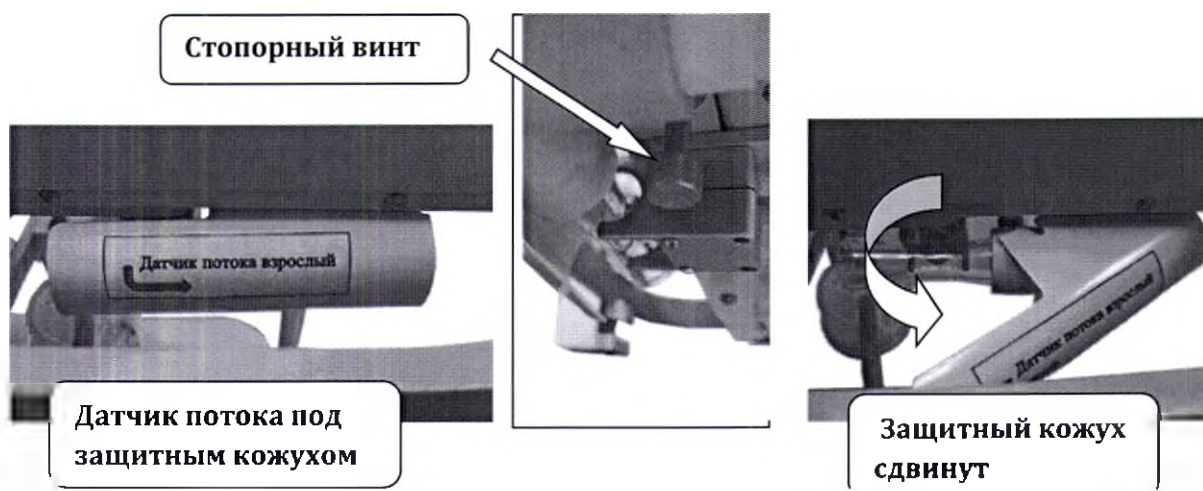
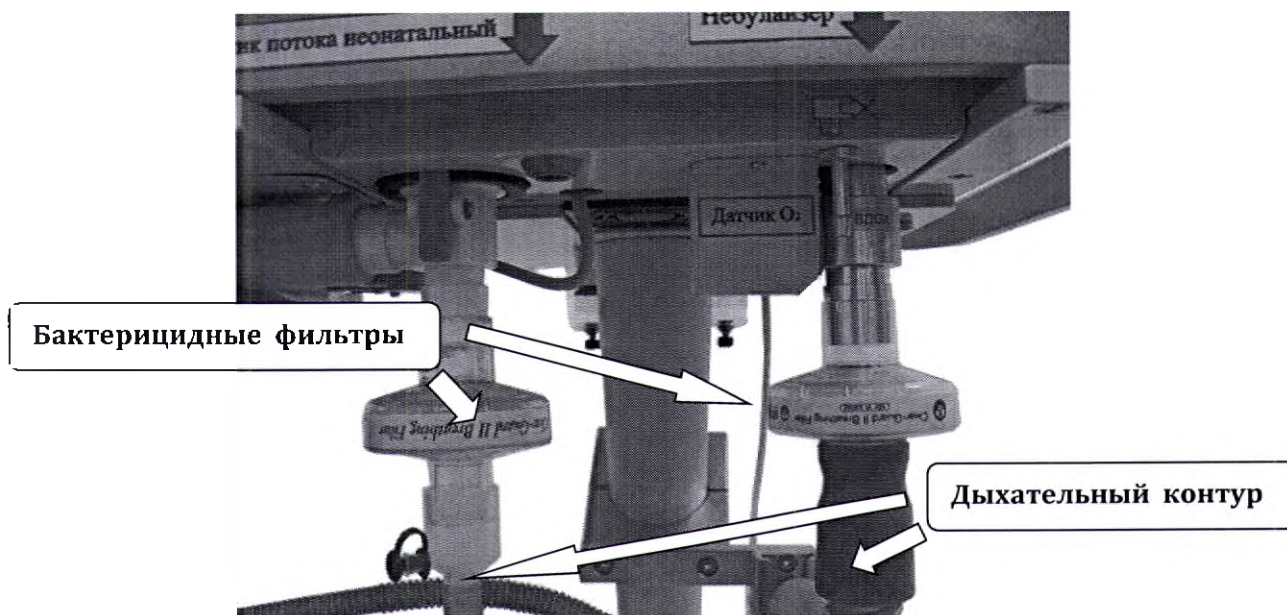

Рис. 5-8. Место положения клапана выдоха и датчика потока.
Рис. 5-13. Расположение бактерицидных фильтров и шлангов дыхательного контура.
- Место положения клапана выдоха и датчика потока показано на **рис. 5-8**. Наличие бактерицидного фильтра обязательно (**Рис. 5-13**)
- Зафиксируйте стопорным винтом (рис. 5-8).
- Наденьте на клапан выдоха и патрубок вдоха бактерицидные фильтры, наденьте шланги воздушных магистралей, собрав дыхательный контур (Рис. 5-13).